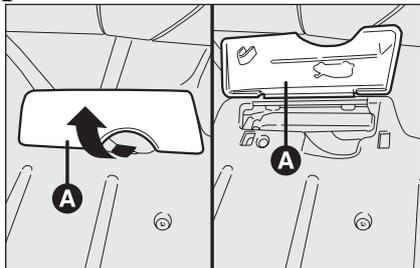

fig. 104
- levante la tapa de protección **A**-fig. 104 de la palanca ubicada al lado del asiento del conductor;